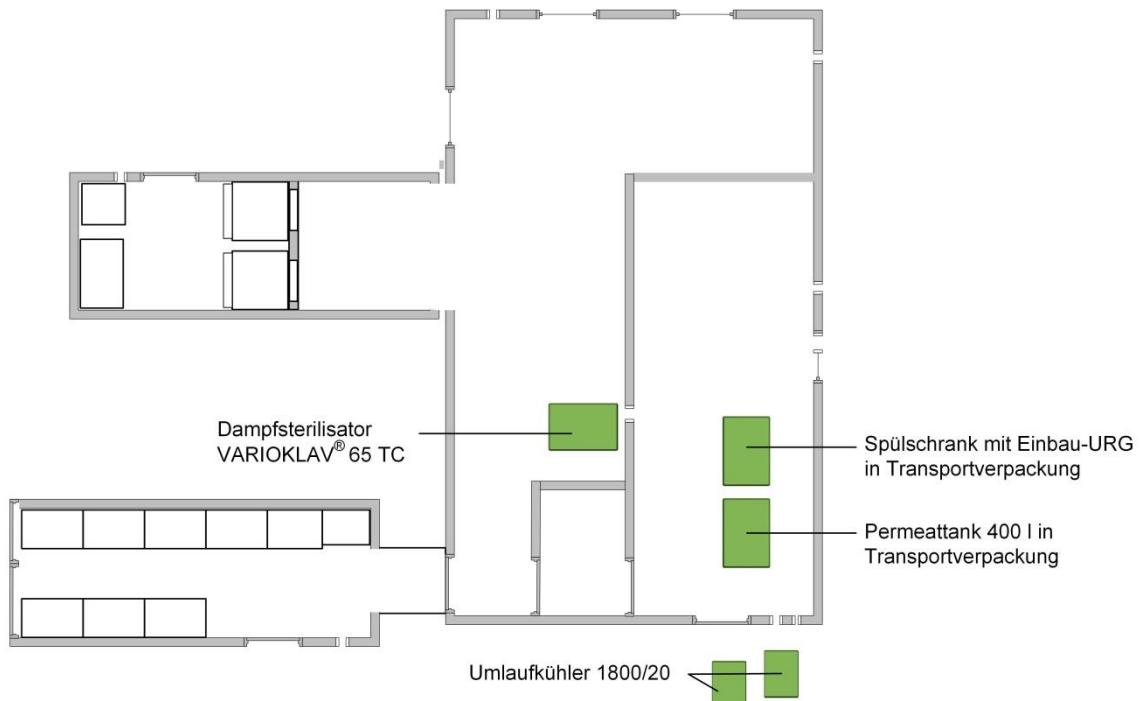

Abb. 11: Positionierung des Permeattanks
- ◆ Heben Sie den Permeattank mit einem Stapler² aus dem Container und platzieren diese gemäß Abb. 11:.